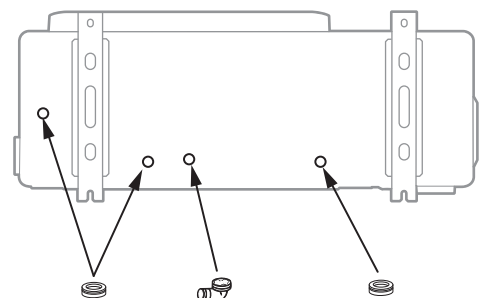

fig. 18 - Instalación de la unidad exterior, evacuación de condensados
- Se puede evacuar agua del aparato, aunque esté en funcionamiento. No instale el aparato en una terraza, sino preferiblemente en un lugar drenado (lecho de grava o arena). Si la instalación se realiza en una región donde la temperatura pueda ser inferior a 0 °C durante un largo periodo de tiempo, asegúrese que la presencia de hielo no representa ningún peligro. También se puede conectar un tubo de evacuación en la bandeja de condensados (opcional) (ver fig. 18).
La unidad exterior debe tener una sobreelevación de al menos 50 mm en relación con el suelo. En las regiones donde nieva, esta altura debe aumentarse, pero no debe superar 1,5 m (fig. 18).
(ver fig. 18).